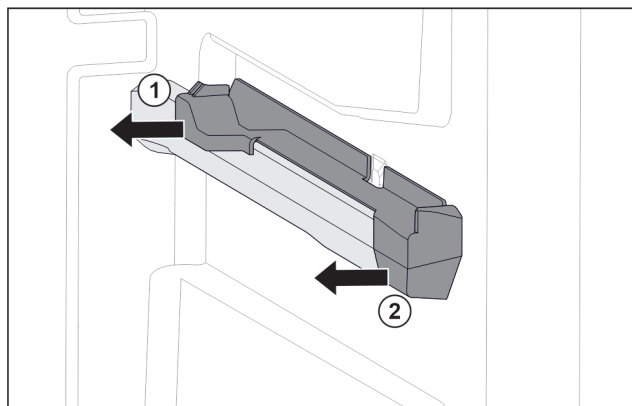

Fig. 75 Natični dio na desnom žlijebu spremnika
- ▶ Skinite natični dio straga u stranu. *Fig. 75 (1)*
- ▶ Skinite natični dio sprijeda u stranu. *Fig. 75 (2)*